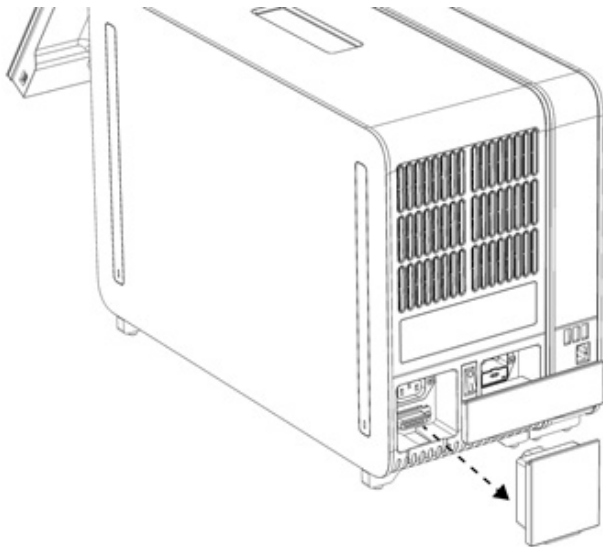

Bild 12. Ta bort avslutningsbryggan.
- 1d. Ta bort avslutningsbryggan från baksidan av den analytiska enheten (bild 12).